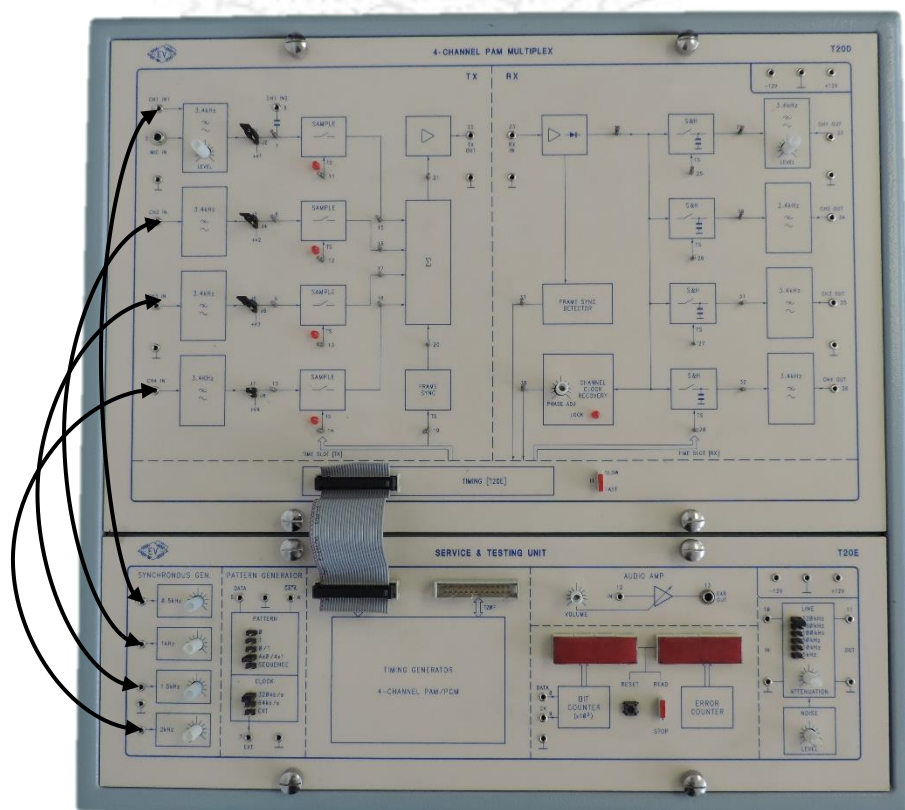

Figura 8.3 Diagrama de Conexiones entre el Módulo T20D y T20E.
2. Conectar las cuatro terminales de la sección SYNCHRONOUS GEN del módulo T20E a las entradas 1 a 4 de la sección TX del módulo T20D (Figura 8.3).